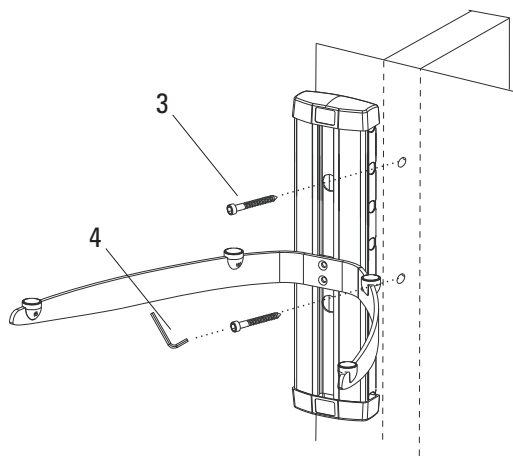

Fig. 06
5. Posicione o suporte sobre as furações e faça a fixação utilizando os parafusos da parede (3) e chave allen fornecidos no kit de acessórios (Fig.06).